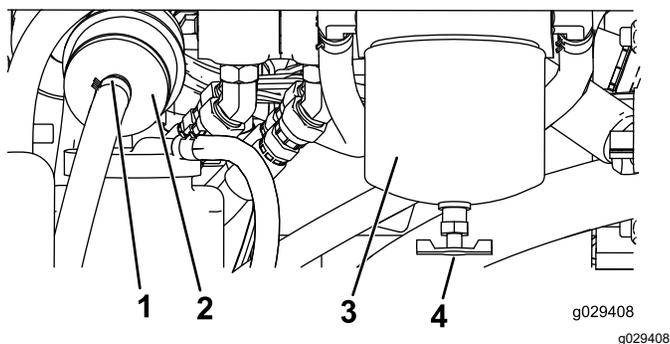

図 47
4. エンジン後方にある燃料フィルタ 図 47 を探し出し、その下に回収容器をおく。
4. エンジン右側にある燃料フィルタ 図 47 を探し出し、その下に汚れていない容器をおく。
5. フィルタ容器 (図 47) の周辺をウェスできれいにぬぐう。
6. フィルタ容器を外して取り付け部をきれいに拭く 図 47。
9. ガスケットが取り付け部に当たるまで手でフィルタをねじ込み、そこからさらに  $\frac{1}{2}$  回転締め付ける 図 47。
10. 燃料フィルタ容器の左側にあるインラインフィルタ 図 47 を探し出し、フィルタの側面についている燃料の流れ方向を示す矢印の向きを確認する。
11. インラインフィルタの前後両方のクランプをゆるめて、フィルタをホースから外す 図 47。外したフィルタは廃棄する。
12. 新しいフィルタにホースを接続する 図 47 フィルタについている矢印がエンジン電気燃料ポンプの方を向くように取り付けること。